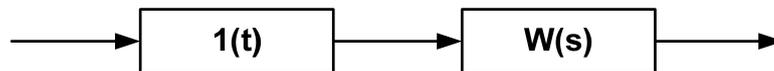

Рисунок 3 – Структурная схема
1. По структурной схеме (рисунок 3) построить схему моделирования в системе CLASSIC.